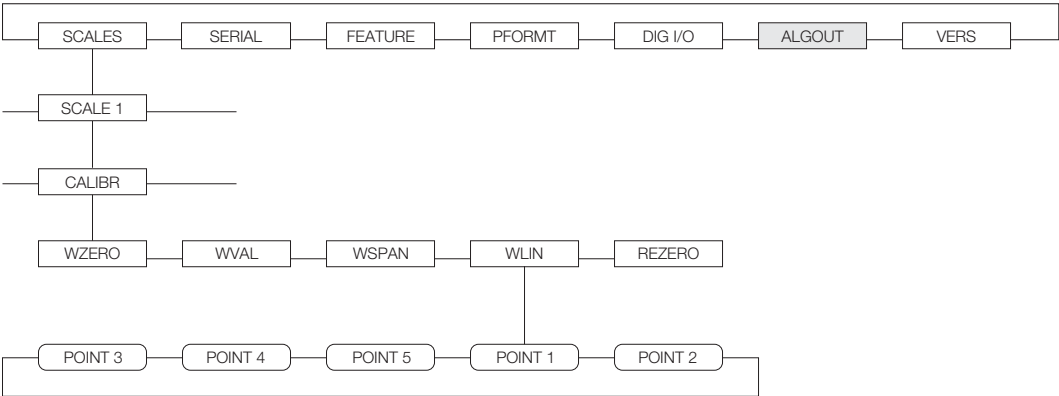
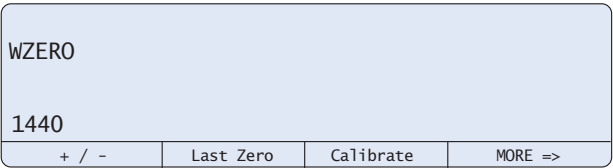

Figura 4-1. Submenú de calibración (CALIBR)
Figura 4-2. Pantalla de Calibración WZERO
Se utiliza el submenú CALIBR [CALIBRACIÓN] (bajo el menú SCALES [BÁSCULAS], ver la Figura 4-2) para calibrar el 720i.
2. Con el menú *SCALES [BÁSCULAS]* resaltado, presionar la tecla **Down [Abajo]**, luego seleccionar la báscula de ser calibrada. Presionar **Down [Abajo]** de nuevo (el parámetro *GRADS* quedará resaltado), luego presionar **Left [Izquierda]** para hacer resaltar el submenú *CALIBR* (ver la Figura 4-1). Presionar **Down [Abajo]** para ir a la calibración del cero (*WZERO*). Ver la Figura 4-2 en la página 52.